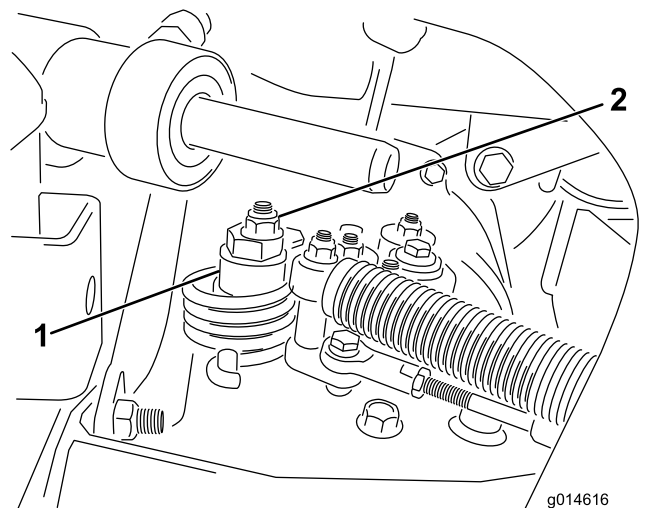

Figura 38
- A. Allentate il dado che fissa l'eccentrico alla parte superiore dell'igrostatato (Figura 38).
C. Fate girare l'eccentrico finché non riscontrate movimenti in alcuna direzione. Quando la ruota cessa di girare, serrate il dado di bloccaggio dell'eccentrico per mantenere la messa a punto (Figura 38). Verificate la regolazione portando l'acceleratore in posizione di MINIMA e MASSIMA.